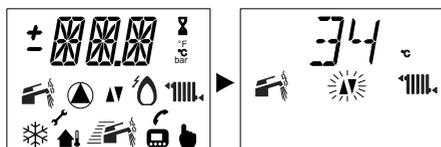

Рисунок 5.28
- Включите электропитание котла: на ЖК-дисплее последовательно отобразятся следующие символы. Рис. 5.28